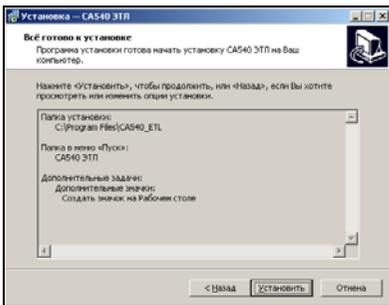
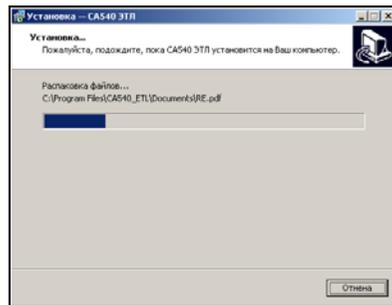

Рисунок 8.5
Рисунок 8.6
5) На экране появится окно (рисунок 8.5). Для продолжения нажмите **Установить**. На экране появится окно, демонстрирующее динамику процесса установки программы (рисунок 8.6).